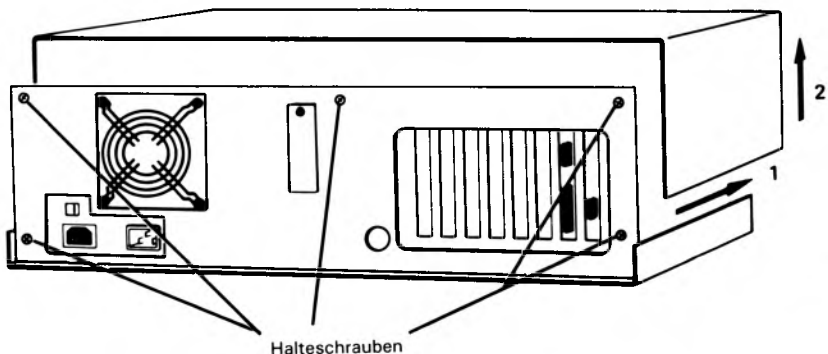

Abbildung 2-2
5. Entfernen Sie die fünf Halteschrauben des Gehäuses. Schieben Sie das Gehäuse um etwa zwei bis drei Zentimeter nach vorne, wobei Sie es an beiden Seiten festhalten; heben Sie es anschließend ab (siehe Abbildung 2-2).